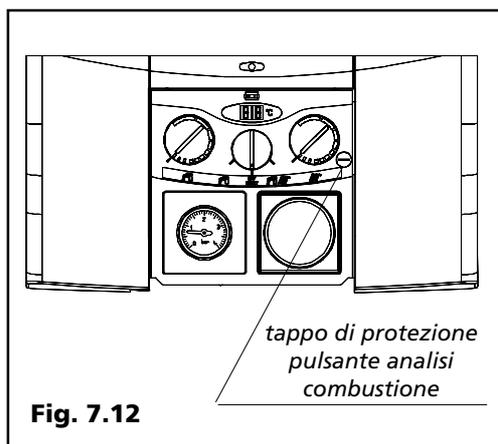

Fig. 7.12
- svitare con un cacciavite il tappo di protezione del pulsante analisi combustione (fig. 7.12);
## 7.2 Segnalazioni sul display digitale (fig. 7.12÷7.16)